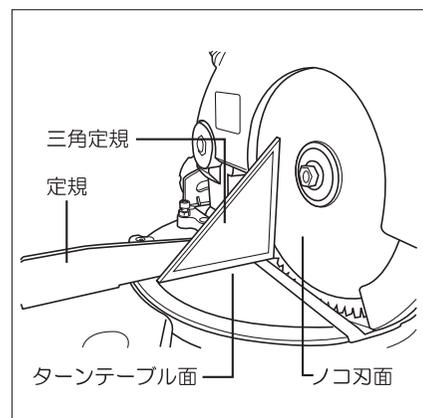

図22
- ④ターンテーブル面とノコ刃の側面に三角定規を立てて当て、ターンテーブル面とノコ刃の刃面が直角になるまで直角位置調整六角穴付ボルトを回して調整してください。(図22参照)
- ⑤直角になりましたら傾斜角度固定ノブを締めて本機を固定し、直角位置調整六角穴付ボルトのゆるみ止めナットを締め付けてください。
- ⑥アームの▼部と目盛りが一致していないときは、小ネジをゆるめて▼部を角度目盛り0度に合わせてください。